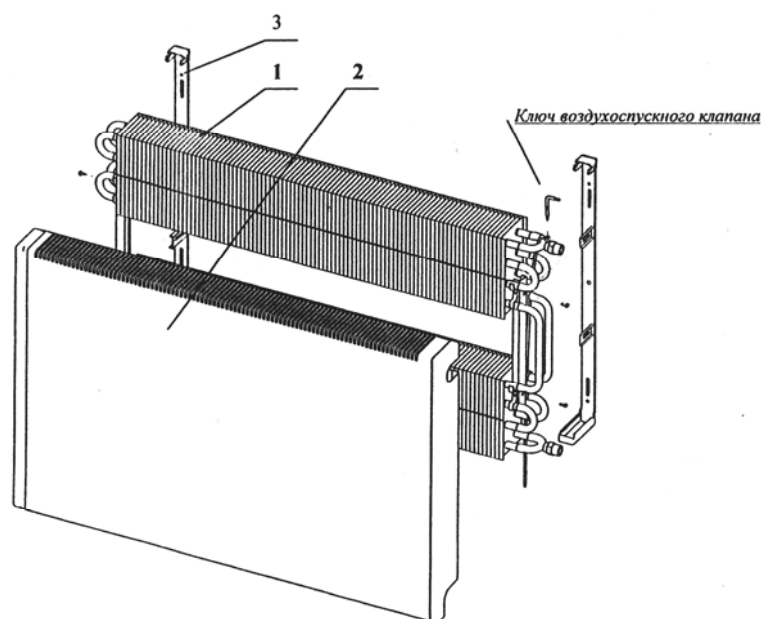

Рис. 1.2. Общий вид настенного конвектора «Изотерм» РКН 600:
1.3.3. Дополнительно к базовым конвекторам изготовитель предлагает специальную конструкцию настенных конвекторов РКН 600 высотой 600 мм с межцентровым расстоянием (монтажной высотой) 500 мм (рис. 1.2). У этой модификации нагревательный элемент составлен из двух половин, разнесённых по высоте. Трубы верхней и нижней частей нагревательного элемента соединены удлинёнными калачами. Это обеспечивает возможность использовать конвекторы РКН600 в системах отопления с характерной для отечественной практики монтажной высотой подводящих патрубков 500 мм, в частности, при замене других приборов с такими же присоединительными размерами.
1.3.5. Нагревательный элемент конвекторов «Изотерм» состоит из медных труб наружным диаметром 15 мм и толщиной 0,5 мм и насаженных на них алюминиевых пластин толщиной 0,3 мм, профилированных вертикальными и горизонтальными зигами. Пластины разделены через 100 мм на условные ярусы пятимиллиметровыми щелями в боковых вертикальных отгибах, фиксирующих шаг оребрения, равный 12 мм. Через каждый ярус проходят 4 трубы (2 по глубине и 2 по высоте). Тепловой контакт оребрения с трубами обеспечивается дорнованием последних на 0,5 мм, выполняемым на специализированном станке в автоматическом режиме, поэтому внутренний диаметр оребренных труб равен 14,5 мм, а наружный после дорнования 15,5 мм. На этом же станке производится развальцовка горизонтальных участков труб для установки и пайки соединительных элементов (калачей) из медных труб 15x1 мм. Две группы последовательно соединенных труб, находящихся в двух вертикальных плоскостях, объединяются вверху и внизу конвектора специальными латунными Y-образными тройниками с присоединительными патрубками с трубной резьбой 1/2" (рис.1.2). Верхний Y-образный узел оборудован воздухоотводящим краном, который открывается и закрывается отвёрткой или специальным ключом, входящим в комплект поставки, через отверстие в кожухе или через щели воздуховыпускной решётки, а также полимерной трубкой для отвода воздушно-паровой смеси в нижнюю часть межрёберного пространства.